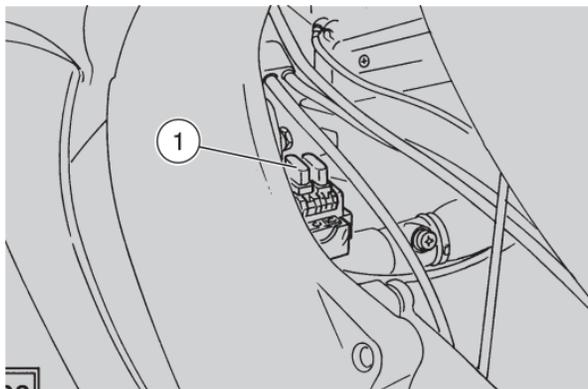

Fig. 52
SOSTITUZIONE FUSIBILI (Fig. 52)
- estrarre un fusibile alla volta (1-Fig. 52) e controllare se il filamento è interrotto;